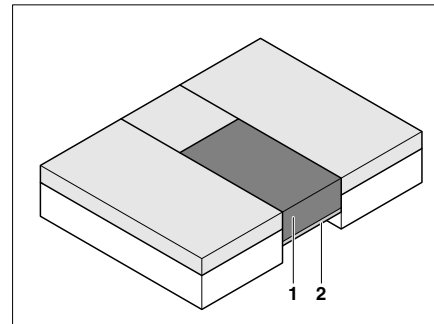

Bild 79 Nach dem Umbau
- Das Zusatzpolster (Bild 79,1) auf den ausgezogenen Lattenrost (Bild 79,2) legen.
Um das Zusatzpolster (Bild 79,1) auf gleiche Höhe wie die anderen Polster zu bringen, muss es kräftig eingedrückt werden.
- ▷ Zusatzpolster (Bild 79,1) einlegen und darauf sitzen.